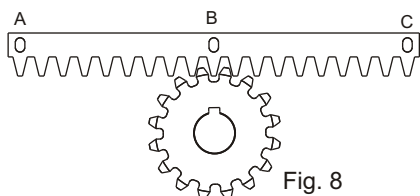
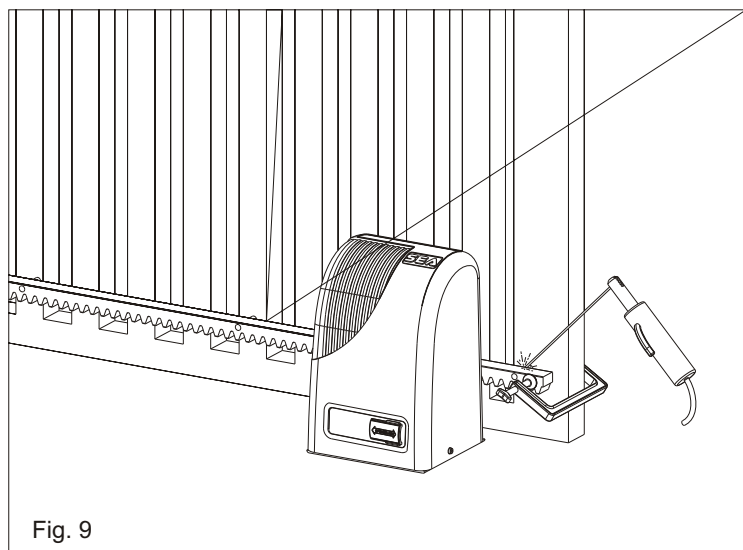

Fig. 8
Fig. 9
5.3. Apoyar el elemento de cremallera al piñón dentado del motorreductor de manera que sea paralela a la guía a piso de la cancela y posicionándolo como en la Fig. 8 y puntear con electrosoldadura el distanciador central B a la estructura de la cancela (Fig. 9). Mover manualmente la cancela hasta llegar al distanciador C en correspondencia del piñón, luego puntear con electrosoldadura. Efectuar la misma operación para el distanciador A, después de haberlo llevado en correspondencia del piñón;